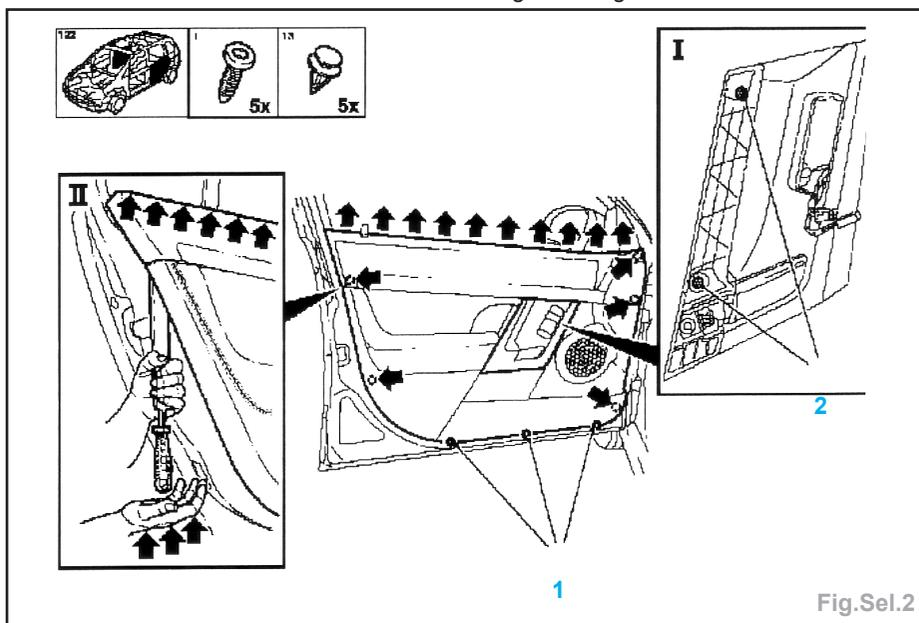

Fig.Sel.2
- Déposer la garniture de porte (Fig.Sel.2) :
- déposer les 3 vis (1),
- déposer les 2 vis (2),